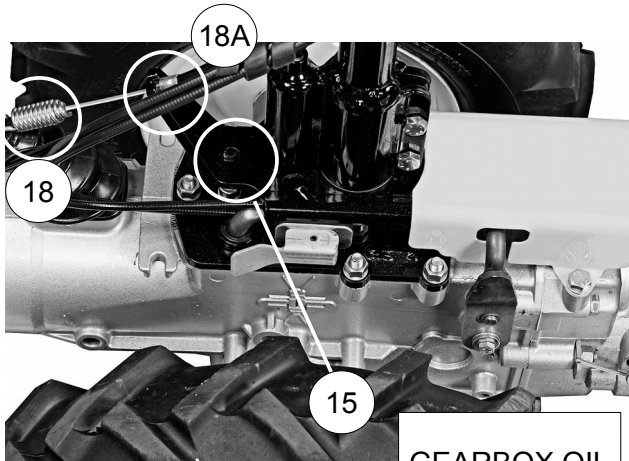

Fig. 4
- que la palanca roja del embrague está bien presionada y que el muelle del embrague (fig.4, n.18) está bien tensionado. En el caso de que el muelle no estuviese bien tensionado, regularlo por medio del registro del cable del embrague (fig.6, n.3).
CAJA DE CAMBIOS - Controlar el nivel del aceite cada 50 horas de trabajo desenroscando el tornillo (fig.4, n.15). De ser necesario, añadir aceite **MP 85 W/90**. Sustituir el aceite cada 200 horas, cantidad 1,8 kg. Para quitar el aceite, desenroscar el tapón (fig. 4A, no. 19).